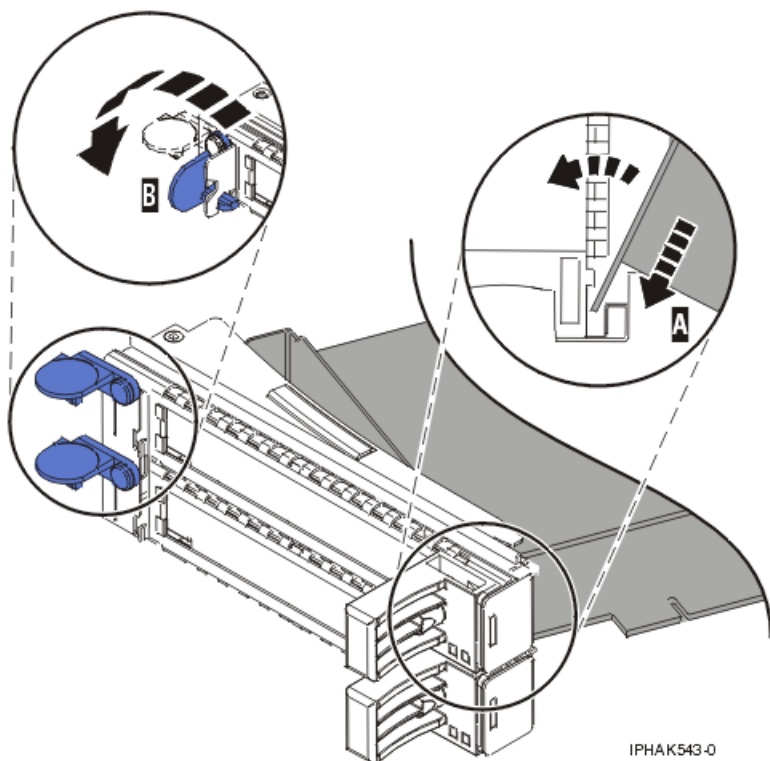

図 95. PCI アダプター・カセットに戻されたアダプター
- d. ピボット・ピン (C) を回して外し、安全な場所に置く。
- a. テール・ストック・クランプをオープン位置にして、アダプターをテール・ストック保持溝 A にしっかりと挿入する。135 ページの図 95を参照してください。
- d. アダプター保持具をアダプターを留める位置に合わせてから、保持クリップ (B) をクローズ位置まで回転する。図 95 を参照してください。